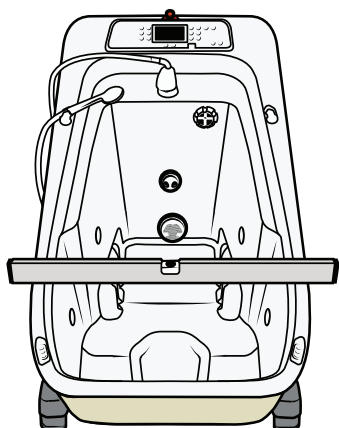

Figure 110
4. Assurez-vous que la baignoire est horizontale. Vérifiez le niveau à l'aide du niveau à bulle sur la largeur du châssis. Voir Figure 110.